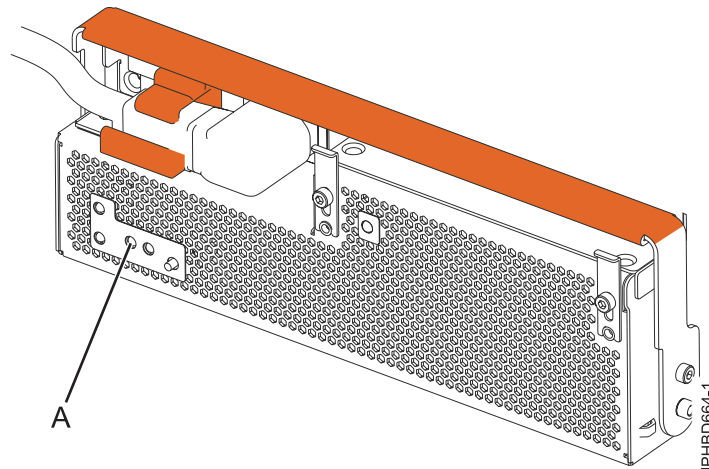

Figure 12. Voyant d'identification d'incident de l'unité remplaçable sur site
4. A l'avant de l'unité d'extension, identifiez l'alimentation électrique à remplacer. Pour identifier l'alimentation électrique, notez la présence du voyant d'identification d'incident orange de l'unité remplaçable sur site (**A**) comme illustré à la figure 12. Un voyant allumé (fixe ou clignotant) indique l'alimentation électrique défaillante.